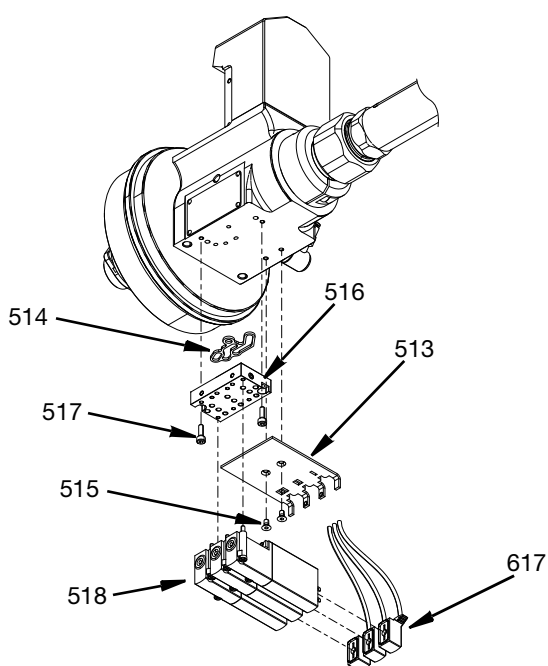

ABB. 36
3. Befestigen Sie die innere Abdeckung (513) mit zwei M3-Flachkopfschrauben (515) an der Drehgelenkgehäusebaugruppe (511) und ziehen Sie sie mit einem Drehmoment von 0,9 N•m (8 in-lb) an.
4. Tragen Sie eine dünne Schicht Lithiumfett auf die Luftdichtung (514) auf. Setzen Sie die Passstifte des Luftventilverteilers (516) auf das Drehgelenkgehäuse (511). Tragen Sie ein Gleitmittel auf, setzen Sie zwei M3 Innensechskant-Befestigungsschrauben (517) ein und ziehen Sie sie mit einem Drehmoment von 0,9 N•m (8 in-lbs) an.
5. Befestigen Sie die Luftventile (518) mit den mitgelieferten Schrauben auf dem Luftventilverteiler (516). Installieren Sie die Kabelanschlüsse (617) des Magnetventils an den Luftventilen. Siehe ABB. 36, Seite 25.